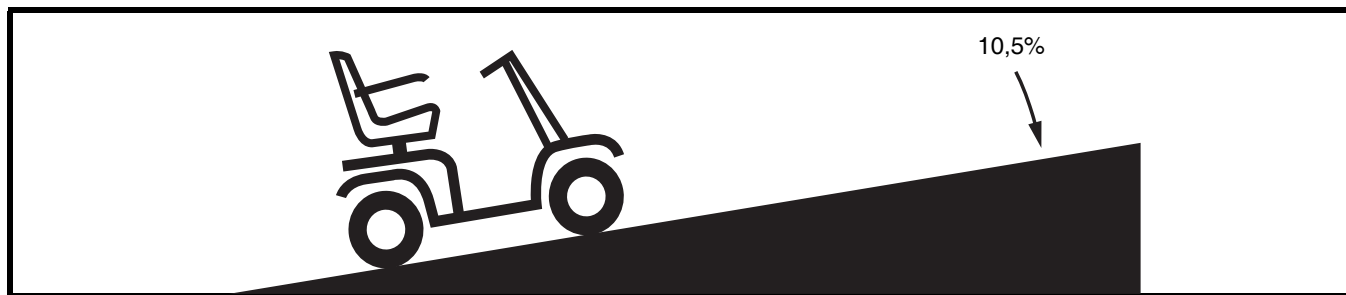

Abb. 1 Maximal mögliche Steigung.
**WARNUNG! Obwohl Ihr Elektromobil eine größere Steigung als in Abb. 1 angegebene überwinden kann, dürfen Sie unter keinen Umständen die Steigungsrichtlinien überschreiten oder andere Anweisungen dieses Handbuchs vernachlässigen. Dies kann zur Instabilität Ihres Elektromobils führen.**
Da in manchen Ländern öffentliche Rollstuhlrampen nicht einer staatlichen Regulierung unterliegen, ist der Steigungswinkel nicht unbedingt immer gleich. Andere Steigungen können naturbedingt oder künstlich sein, aber nicht für Elektromobile konstruiert. **Abb. 1** zeigt die Stabilität Ihres Elektromobils sowie seine Fähigkeit, Steigungen mit verschiedenen Ladungen und unter geregelten Testbedingungen zu überwinden.
**WARNUNG! Jeder Versuch, eine größere Steigung als abgebildet in Abb. 1 zu überwinden, kann zu Instabilität und eventuell zum Umkippen Ihres Elektromobils führen.**